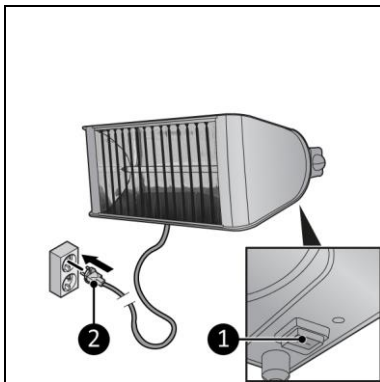

Figura 9
2. Asigurați-vă că întrerupătorul ON/OFF este în poziția OFF (Figura 9, poz. 1).
3. Introduceți ștecherul de alimentare (Figura 9, poz. 2) într-o priză de perete cu împământare, ușor accesibilă. Utilizați o priză cu împământare, cu o putere minimă de 2400 Watt.
1. Asigurați-vă că întrerupătorul ON/OFF este în poziția OFF (Figura 9, poz. 1).
2. Scoateți ștecărul din priză (Figura 9, poz. 2).